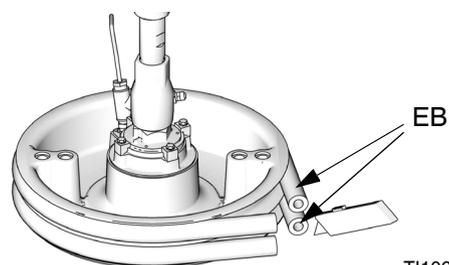

FIG. 33
2. Coloque o interruptor da caixa de derivação (AK) e o interruptor de desativação (AZ) em OFF.
3. Para substituir escovas gastas ou danificadas (EB) levante a base para fora do tambor. Remova o tambor da respetiva base. Limpe o fluido da base.
4. Corte as escovas (EB) com a faca e retire-as da base. Consulte a FIG. 33.